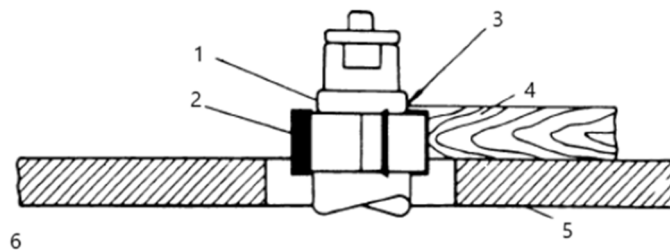
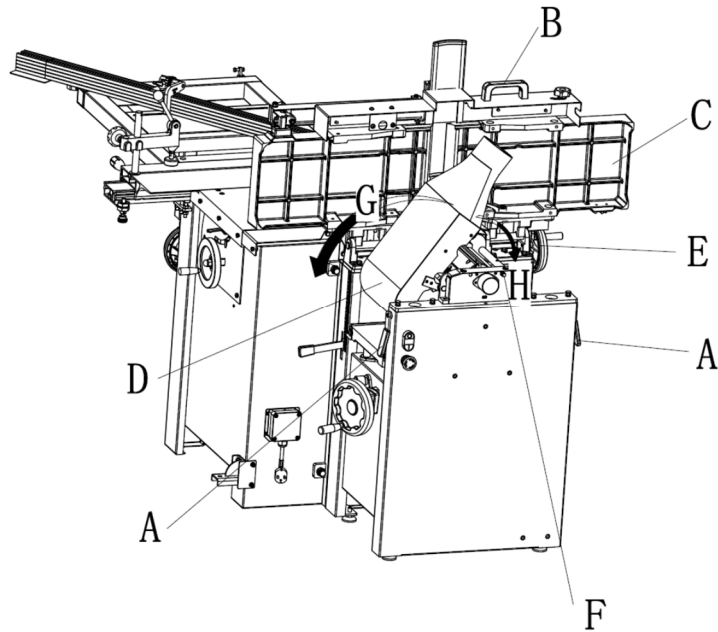

Figura 4
Figura 11
3. Uma parte da borda da obra deve permanecer intocada pelo cortador para que o colar tenha superfície de apoio suficiente. Veja a figura 4 para um exemplo de superfície de apoio insuficiente.
1. Solte as duas travas da mesa do gabinete (A) girando as alças em direção ao operador e, em seguida, afastando-as da máquina.
2. Levante a mesa (C, figura 11) usando a alça (B).
Quando levantada, a mesa deve ficar na posição vertical, conforme mostrado em C, figura 4. A trava (E, figura 11) deve estar engatada, evitando que a mesa caia acidentalmente para frente.
3. Posicione a calha de pó (D, H, figura 11) à direita. Tenha muito cuidado para evitar o contato com as facas do tipo cortador.
Referindo-se à figura 11. Para alterar a configuração da máquina de plaina para plaina: